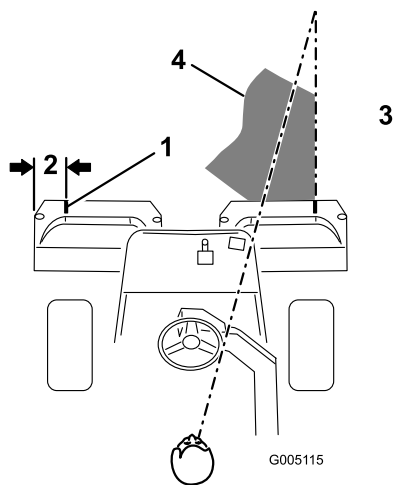
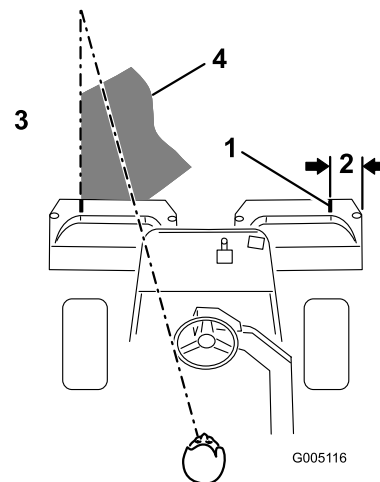

Figura 38
Figura 39
- Coloque un trozo de cinta blanca o pinte una raya en cada recogehierbas, paralelo al borde exterior de cada uno (Figura 38).
3. Debe haber un solape mínimo con las pasadas anteriores. Para ayudar a mantener una línea recta a través del green y mantener la máquina a la misma distancia de la pasada anterior, establezca una línea imaginaria aproximadamente de 1,8 a 3 m por delante de la máquina hasta el extremo de la parte no segada del green (Figura 38 y Figura 39). Puede ser útil incluir el borde exterior del volante como parte de la línea imaginaria, es decir, mantener el borde del volante alineado con un punto que se mantiene siempre a la misma distancia de la parte delantera de la máquina (Figura 38 y Figura 39).